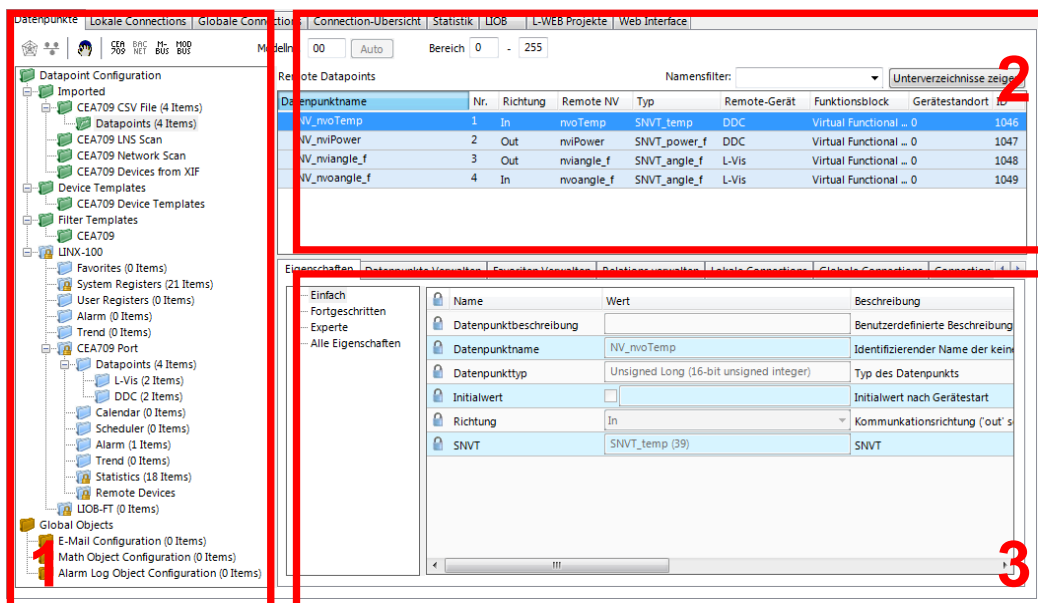

Abbildung 21: Datenpunktmanager-Dialog
Der Configurator verwendet ein zentrales Konzept um Datenpunkte zu verwalten. Der Datenpunktmanager ist im Karteireiter **Datapoints** zu finden, siehe Abbildung 21. Er wird verwendet, um Datenpunkte zu selektieren, anzulegen, zu editieren und zu löschen. Der Dialog ist in drei Abschnitte unterteilt:
- Die Ordnerliste (Nummer 1 in Abbildung 21),
- die Datenpunktliste (Nummer 2 in Abbildung 21)
- und die Property-Anzeige (Nummer 3 in Abbildung 21).